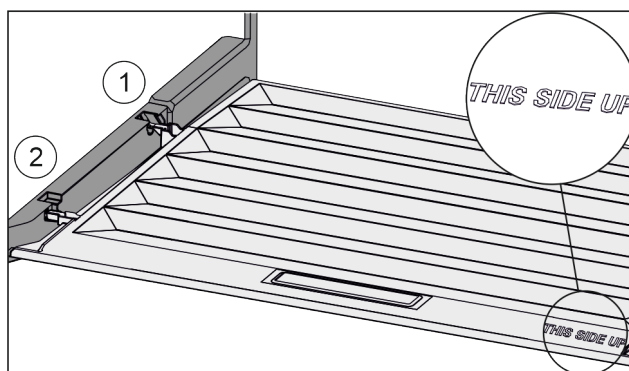

Fig. 132
- ▶ Robova predala vstavite nad odprtino zadnjega držala Fig. 132 (1), spredaj pa ju zataknete v držalo Fig. 132 (2).